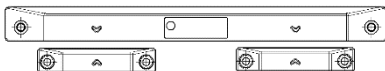
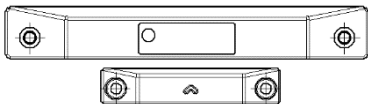

图 1 JBF62D-33M 安装示意图
图2 JBF62D-32M 安装示意图
- 如应用于双门，则将 JBF62D-33M 主体部分固定到门框下沿位置，两个门磁开关磁铁端固定到左右门扇上沿位置，磁铁端应尽量靠近门磁开关的主体部分。两个磁铁端“V”型标应分别与主体部分“V”型标对齐，这样能使门磁开关保持最佳灵敏度，如图 1 所示。
- 如应用于单门，则将 JBF62D-32M 主体部分固定到门框下沿位置，门磁开关磁铁端固定到门扇上沿位置，磁铁端应尽量靠近门磁开关的主体部分。并且，磁铁端应靠近主体部分的中心位置布置，这样能使门磁开关保持最佳灵敏度，如图 2 所示。
- 当常闭门处于正常关闭状态时，门磁开关主体部分与磁铁端相互靠近，并符合图 1 或图 2 的布置条件时，防火门监控器显示常闭门正常。